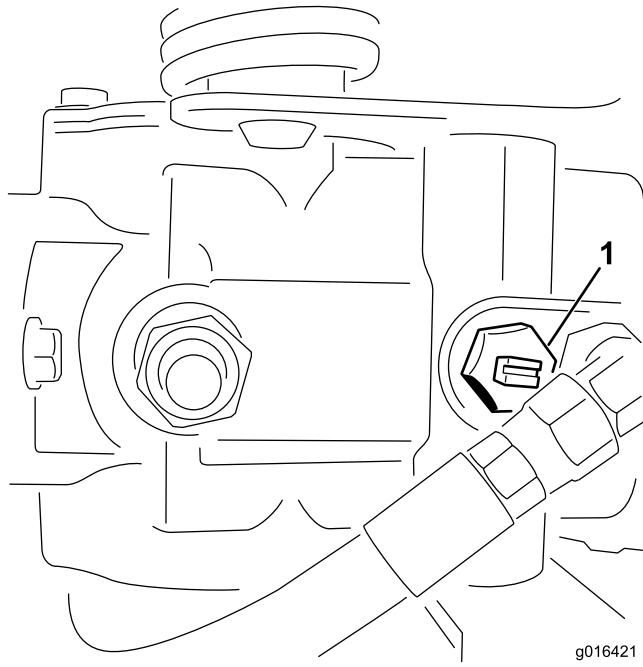

図 32
- 油圧ポンプについているバイパスバルブ図 32 の溝が「縦」になるようにバルブを回転させる。
- エンジンを始動する前に、必ずバイパスバルブを開じる溝が横向きになる図 32。